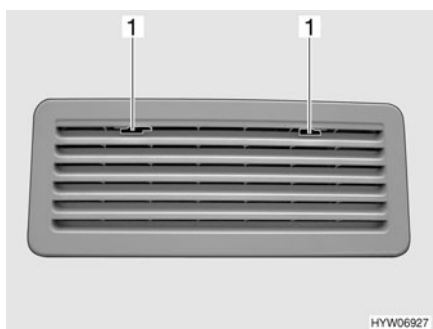

Fig. 144 Rejilla de ventilación del frigorífico (Thetford)
- Deslizar el bloqueo (Fig. 144,1) hacia el centro.